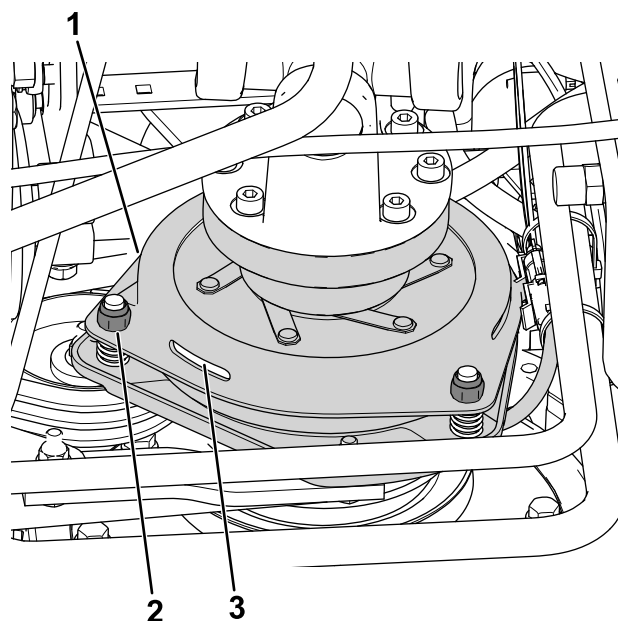

Рисунок 78
3. Отрегулируйте зазор так, чтобы толщиномер на 0,3 мм мог проходить между накладкой муфты и фрикционной пластиной с легким усилием (Рисунок 78).
Примечание: Этот зазор можно уменьшить, поворачивая регулировочные гайки по часовой стрелке (Рисунок 78). Максимальный рабочий зазор составляет 0,6 мм. Отрегулируйте все 3 воздушных зазора так, чтобы они составляли 0,4 мм.